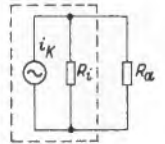
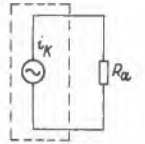

Bild 3. Kurzschluß-Ersatzschaltbild einer Röhre
Bild 3a. Kurzschluß-Ersatzschaltbild einer Rauschdiode ($R_i = \infty$)
Man geht von dem Stromquellen-Ersatzschaltbild einer Röhre aus, da sich der Rauschstrom als Kurzschluß-Rauschstrom i_K nach Formel (1) oder (2) bestimmt (Bild 3). In ihm kann R_i vernachlässigt werden ($R_i = \infty$) (Bild 3a). Die volle Kurzschlußstromarbeit arbeitet also auf R_a (Bild 3b). Für die Bestimmung der Grenzeempfindlichkeit ist demnach die Ersatzschaltung von Bild 4 gültig.
G_A entspricht dem R_a von Bild 3 und ersetzt in der Empfindlichkeitsmeßschaltung den Antennenwiderstand R_A . G_E ist der Leitwert der Empfängereingangsschaltung.